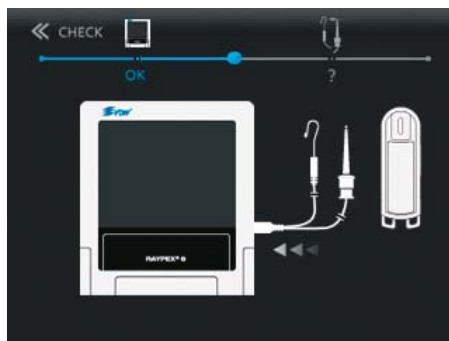

Fig. 32 Conexão do cabo para medição
- Conete o cabo para medição ao aparelho (Fig. 32).